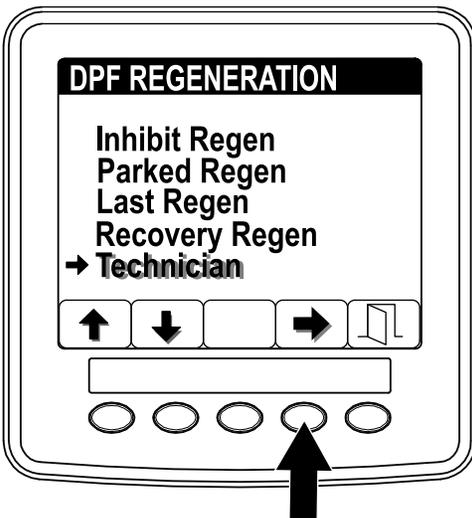

Figure 7
- Ouvrez le menu DPF Regeneration, appuyez sur le bouton 1 ou 2 et naviguez jusqu'à l'option TECHNICIAN (technicien) (Figure 7).
- Appuyez sur le bouton 4 pour sélectionner l'option Technician (Figure 7).